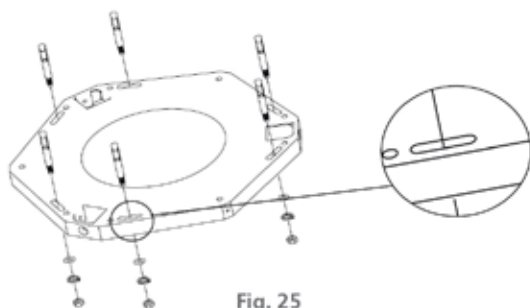

Fig. 25
- Marque os 6 pontos no centro dos furos oblongos (fig. 25).
- Fure as posições marcadas com uma broca de Ø 8 mm e fixe o suporte, usando os 6 parafusos (tipo chumbador, arruelas lisas de pressão e porcas) que acompanham o produto (fig. 25).
Se o suporte de fixação não estiver corretamente alinhado com o cooktop ou fogão a sua posição poderá ser corrigida, aliviando o aperto dos 6 parafusos dos furos oblongos (fig. 25).